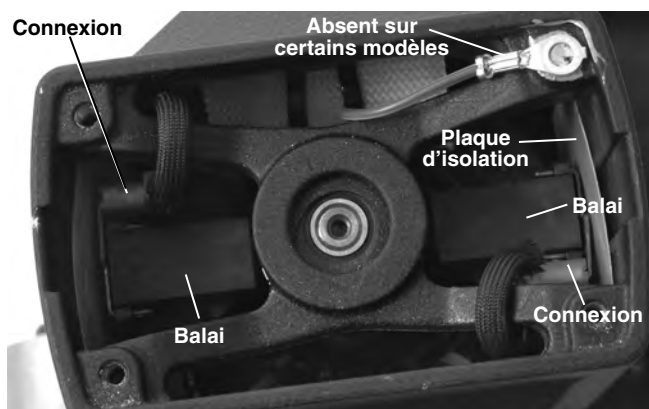

Figure 26 – Emplacement des balais (couvercle de carter retiré)
3. Retirez les logements de balai à l'aide d'une pince. Débranchez la connexion électrique (*Figure 26*).